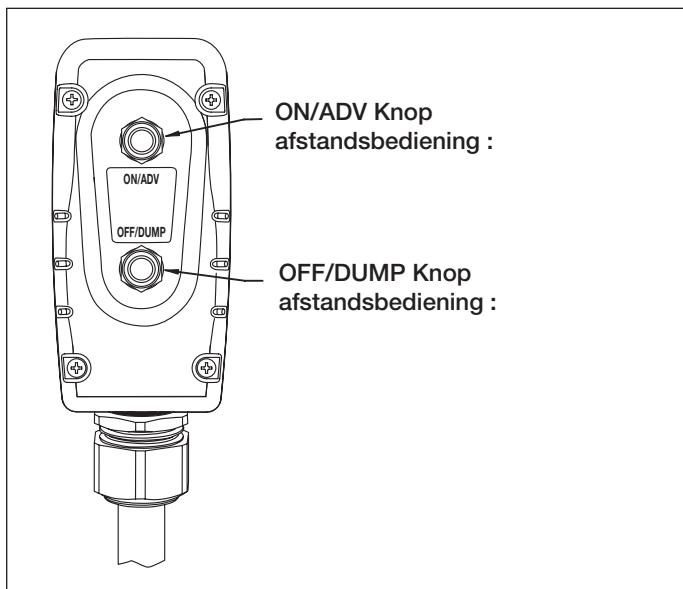

Figuur 6, Pompcontrolepaneel
### 5.1 Pomp Aan-Uit Schakelaar (zie Figuur 6)
4. Sluit het apparaat op de netspanning aan. Beweeg de aan-uit schakelaar naar de AAN-positie. Zie figuur 6.